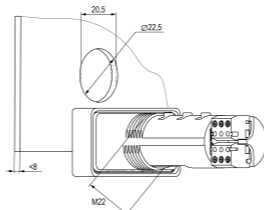

Рисунок 2 – Установочные размеры прибора
- Подготовить в щите круглое отверстие диаметром 22,5 мм (см. рисунок 2).